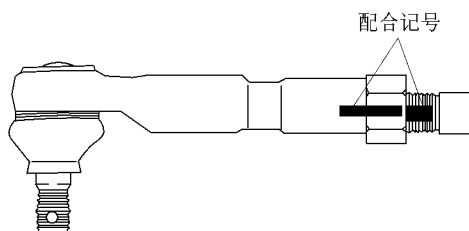

图 16-20 在转向横拉杆和齿条后端上作上配合记号
(1) 将机壳夹到台虎钳上。
(2) 拆下转向横拉杆尾端。在转向横拉杆和齿条后端上作上配合记号，旋松锁紧螺母，拆下转向横拉杆尾端，如图 16-20 所示。
(3) 拆下齿条保护罩。拆下螺钉、卡夹和保护罩。
(4) 拆下防尘罩。
(5) 拆下齿条尾端和带齿垫圈。